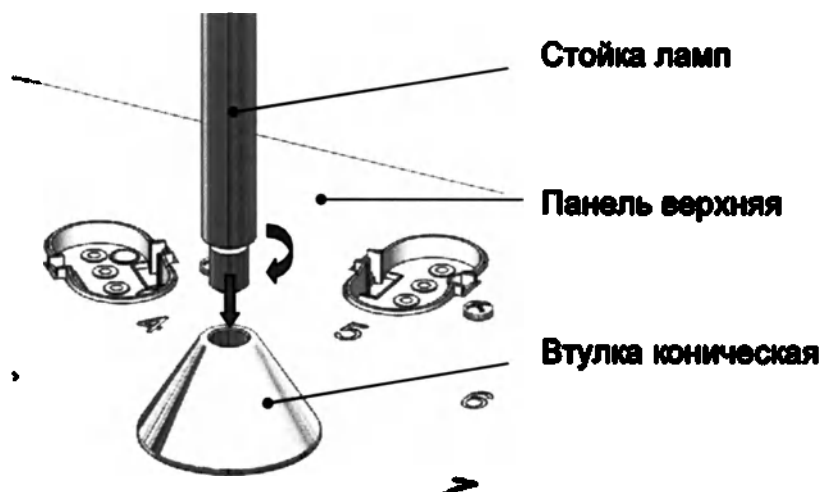

Рис. 18. Установка стойки ламп
6.4 Установить стойку ламп на верхнюю панель установки, закрутив ее во втулку коническую по часовой стрелке до упора (рис. 18).